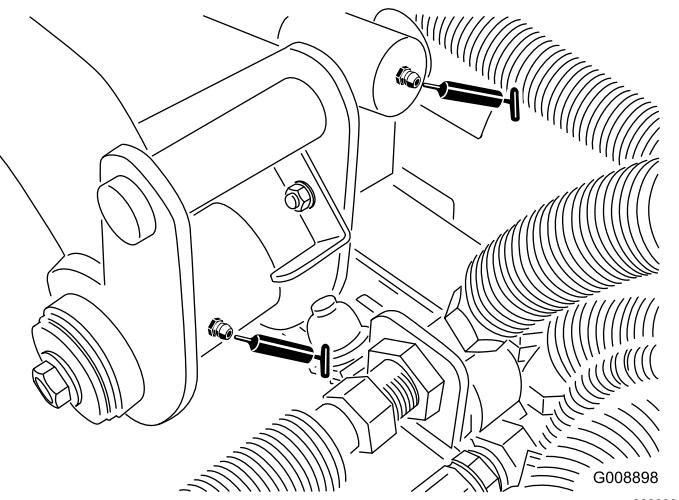

Figura 64
- Perno del braccio di sollevamento posteriore e cilindro di sollevamento (2 raccordi – Figura 64)